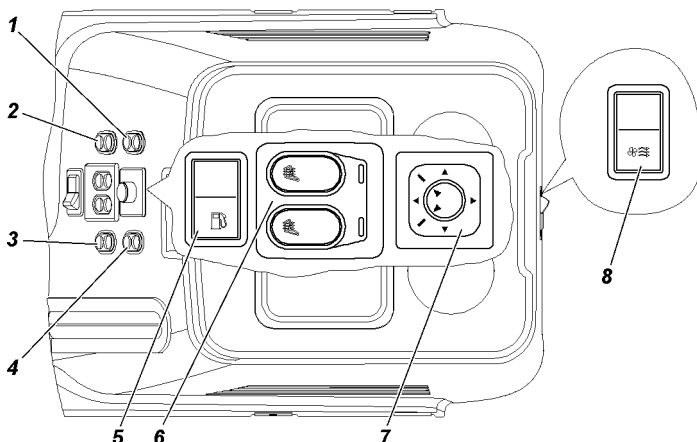

Рис. 3.7. Блоки и клавиши управления (наименование позиций см. в тексте)
**14 -блоки управления** (см. рис. 3.7).
На рис. 3.7 изображен напольный контейнер с блоками и клавишами управления.